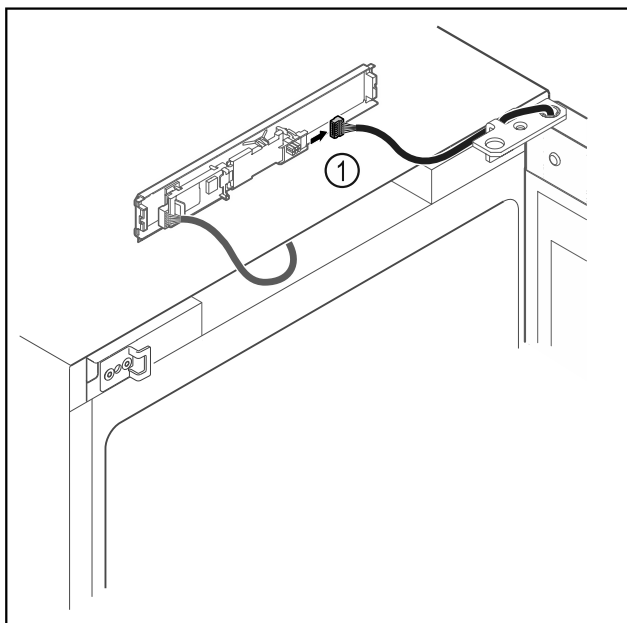

Fig. 6
- Débrancher le connecteur Fig. 6 (1) de la platine.